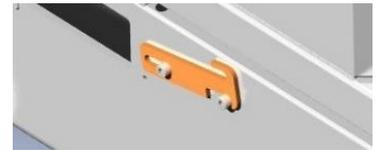

Abb. 13
8. Bringen Sie den Sicherheitshaken in die Verfahrposition (Abb. 13).